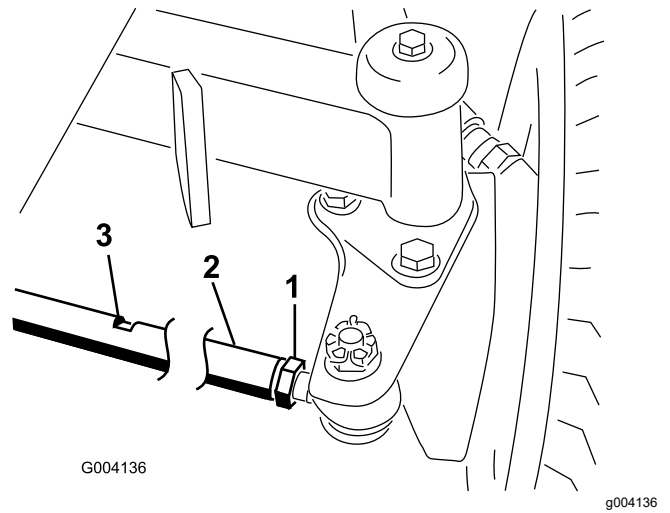

Bild 140
1. Lösen Sie die Klemmmutter an jedem Ende der Spurstange (Bild 140).